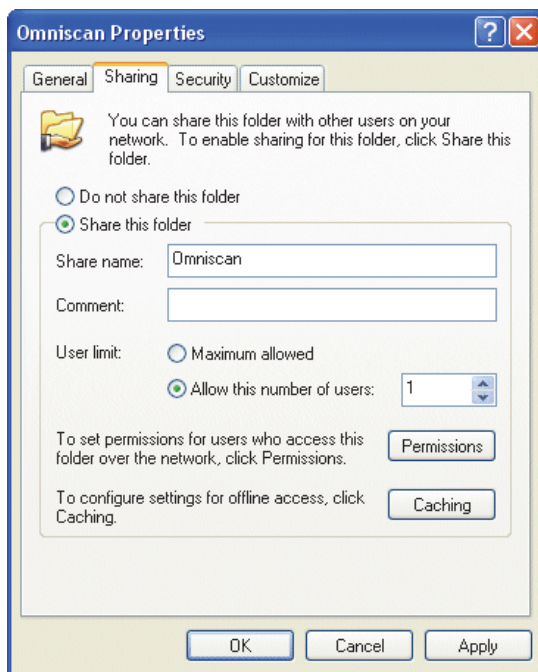

图 7-13 OmniScan 属性对话框中的共享选项卡（Windows XP）
3. 在 **Omniscan Properties**（OmniScan 属性）对话框中，点击 **Sharing**（共享）选项卡（参见第 181 页的图 7-13）。